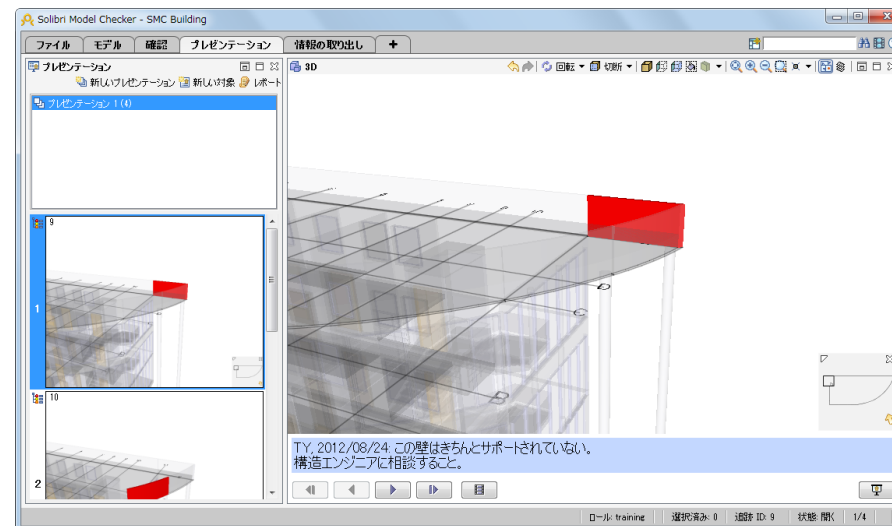

図58 プレゼンテーション ビュー
- 3) 新しいプレゼンテーションが作成されました。「プレゼンテーションビュー」に最初のスライドが表示されます。（図58を参照）他のスライドを選択すると保存されたビューポイントへ移動します。